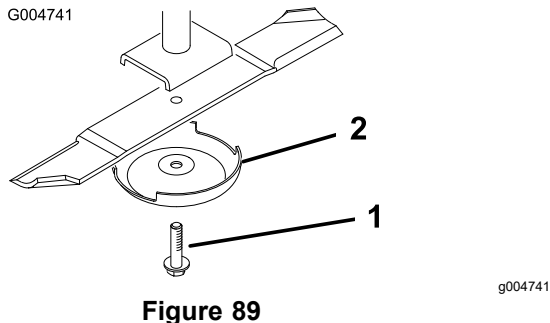

Figure 89
3. Enlevez le boulon, la coupelle de protection et la lame de l'axe de pivot (**Figure 89**).